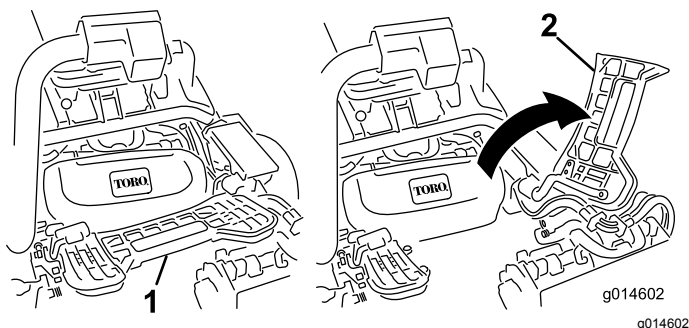

Рисунок 42
1. Поднимите и поверните вверх подножку, открывая доступ к центральному режущему блоку (**Рисунок 42**).